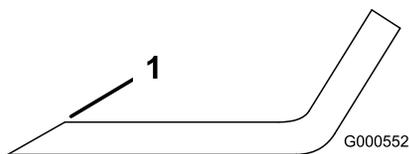

Figure 58
1. Au moyen d'une lime, aiguissez les tranchants à chaque bout de la lame (Figure 58).
Remarque: Si la lame est déséquilibrée, limez un peu l'extrémité de l'ailette seulement (Figure 58).